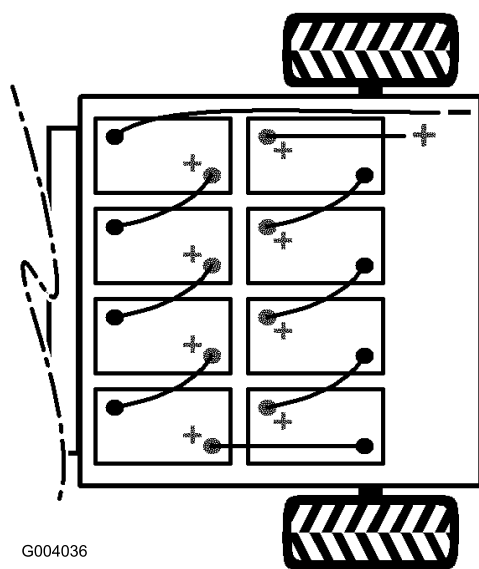

Figura 38
2. Scollegate dal polo della batteria il cavo nero, lungo, negativo principale che collega la serie di batterie al veicolo (Figura 38).
3. Scollegate dal polo della batteria il cavo rosso, lungo, positivo principale che collega la serie di batterie al veicolo (Figura 38).
- Nota:** Prestate attenzione alla polarità delle batterie quando montate le batterie nuove (Figura 38).
9. Collegate tutte le batterie utilizzando i cavi precedentemente scollegati, come illustra Figura 38.
10. Collegate il cavo rosso, lungo, positivo principale tra la serie di batterie ed il veicolo (Figura 38).
11. Collegate il cavo nero, lungo, negativo principale tra la serie di batterie ed il veicolo (Figura 38).